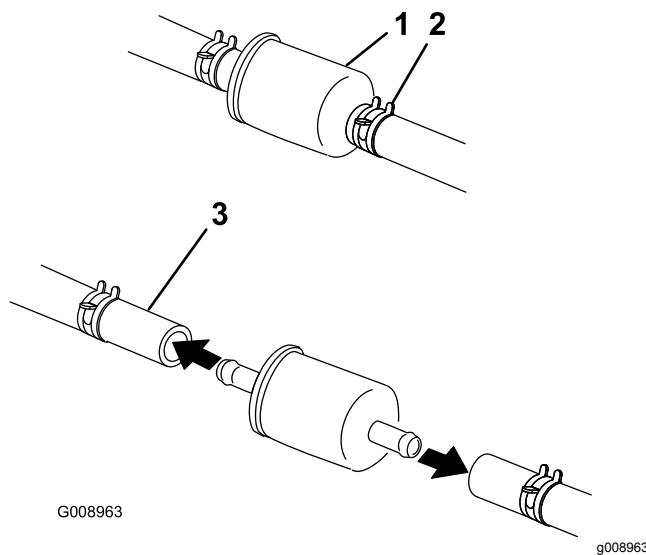

Figura 57
5. Cierre la válvula de cierre de combustible, situada debajo del asiento (Figura 57).
6. Apriete los extremos de las abrazaderas y deslícelas por la manguera alejándolas del filtro (Figura 57).
8. Instale un filtro nuevo y acerque las abrazaderas al filtro (Figura 57).